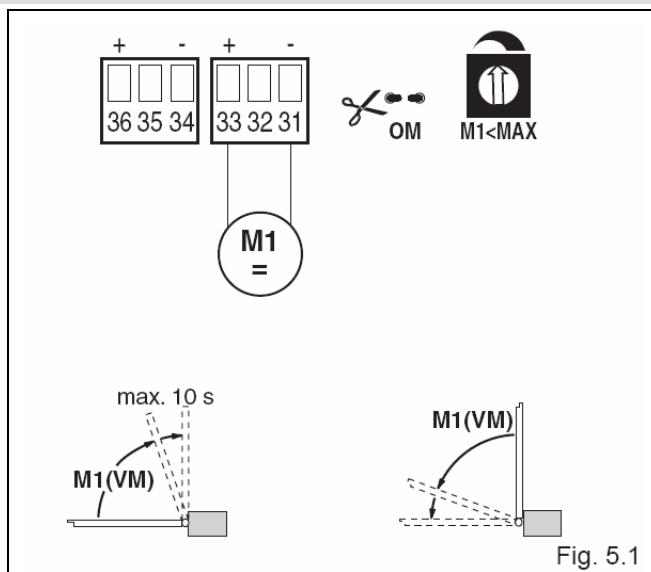

Fig. 5.1
- (Fig. 5.1) **Végállás kapcsolók nélküli alkalmazás**